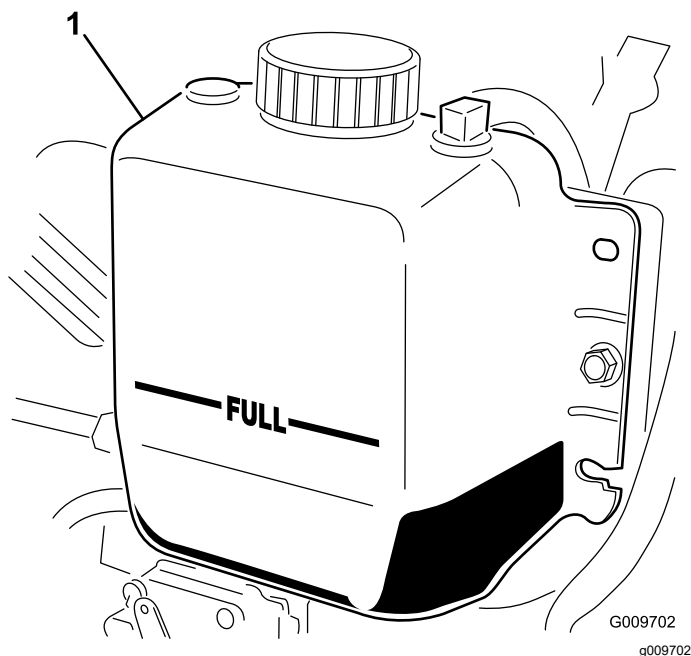

Figura 111
3. Verifique o nível do líquido de arrefecimento do radiador. O radiador deverá encontrar-se cheio de líquido até ao cimo do tubo de enchimento e o nível do líquido no depósito de expansão deverá atingir a marca CHEIO (**Figura 111**).